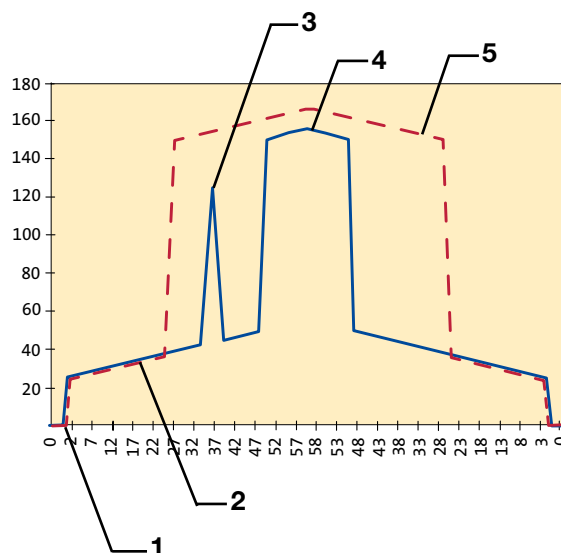

Figure 7:
4.3 Établissement de la pression dans le système (fig. 7)